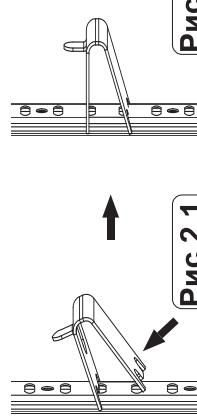

Рис.2.1
- 1.1. Установить упор в стойку таким образом, что бы верхний язычок был зацеплен за верхний край отверстия. Рис. 2.1